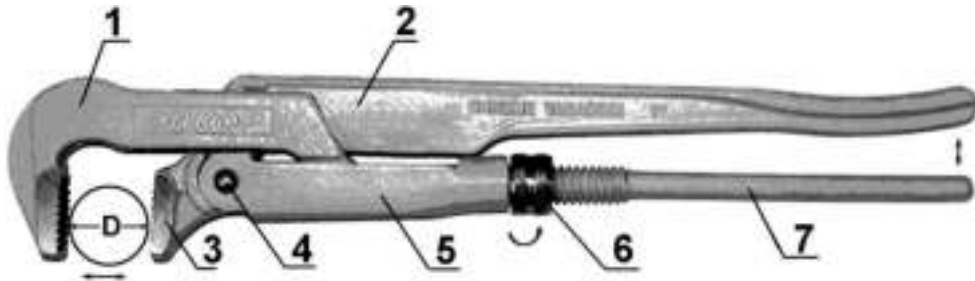

Рис. 1
7. Для освобождения ключа или для перехвата трубы необходимо развести рычаг (2) и рукоятку (7). Установите ключ на трубе в удобном положении, повторите пункты 4-6.
8. Для вращения трубы в обратном направлении необходимо переустановить ключ в зеркальном положении, Рис. 1.